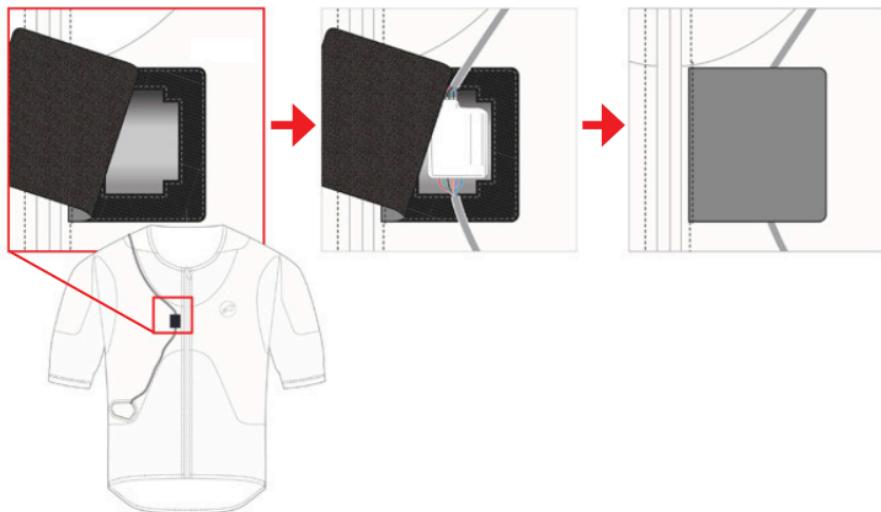

Abbildung 26: Einsetzen der LED-Anzeige (3) und des Aktivierungsreißverschlusses (2)
1. **Setzen Sie die LED-Anzeige (3) und den Aktivierungsreißverschluss (2) ein -**
Setzen Sie die LED-Anzeige (3) wieder in ihren Gehäuseschlitz ein und legen Sie den Aktivierungsreißverschluss (2) wieder in die Tasche, wobei Sie darauf achten müssen, dass der Aktivierungsreißverschluss (2) korrekt in seinem Gehäuse positioniert ist und der Klettverschluss fest verschlossen ist, wie in Abbildung 26 dargestellt.